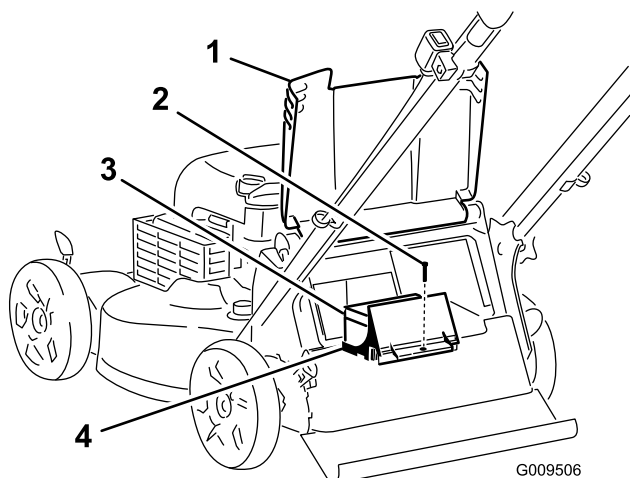

Figure 27
1. Soulevez le déflecteur arrière et trouvez le logement de la batterie (Figure 27).